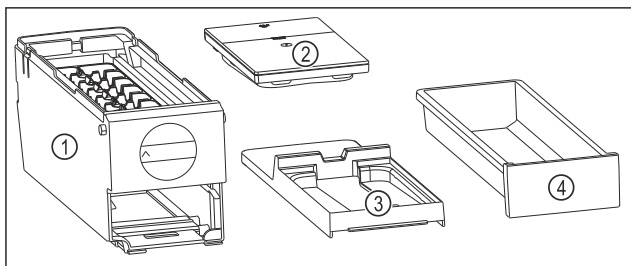

Fig. 156 Composants de l'EasyTwist-Ice
- ▷ L'EasyTwist-Ice est démonté en quatre parties. (voir Fig. 156)
- ▶ Ne démonter l'EasyTwist-Ice que de la manière illustrée. (voir Fig. 156)
- ▶ Nettoyer le corps de l'EasyTwist-Ice Fig. 156 (1) dans son ensemble.